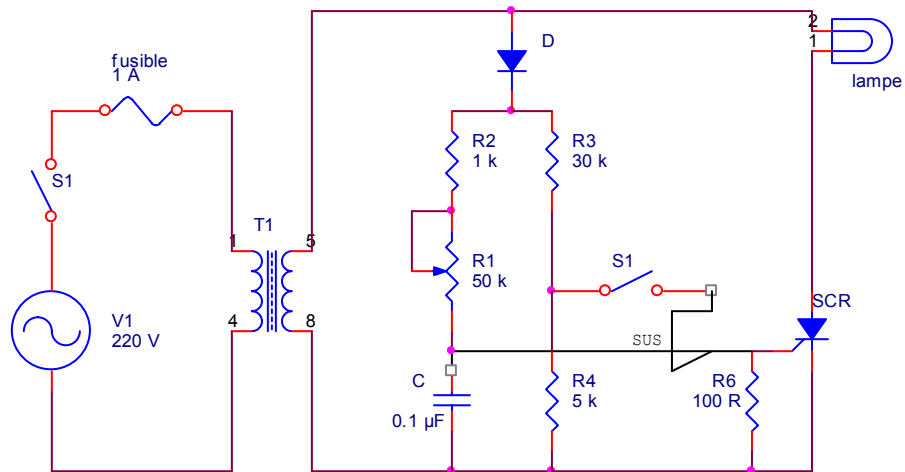

Figure 8-1 : Gradateur de lumière.
2. Montez le circuit de la figure 8-1 en maintenant S1 et S2 ouverts. Ajustez le potentiomètre en position centrale.